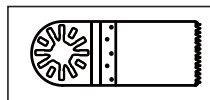

Fig. 1b
b) Pentru accesorii “ end închis “ ( Fig. 1b ) , șurubul trebuie să fie complet eliminat din instrumentul .